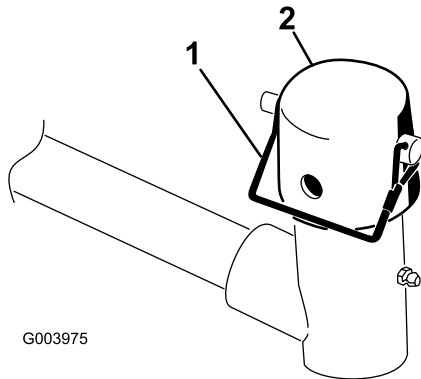

Figura 8
7. Retire o pino de encaixe e a tampa da forquilha de articulação do braço de elevação (Figura 8).
11. Prenda a tampa e o veio da estrutura de suporte à forquilha do braço de elevação com o pino de encaixe. Utilize a ranhura se pretender direccionar a unidade de corte ou utilize o orifício se pretender bloquear a unidade de corte na posição (Figura 8).